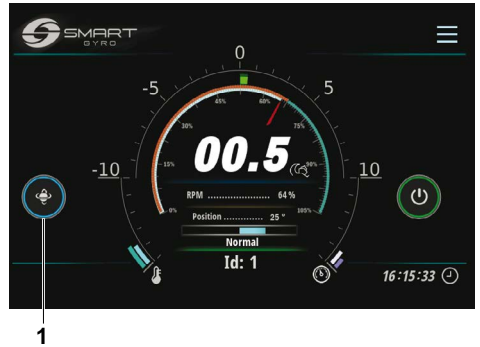

Figura 7
7. Quando la velocità del volano supera il 55% della velocità massima, la precessione è consentita e il cerchio intorno all'icona diventa blu, indicando che la precessione è sbloccata e la sfera è in grado di oscillare (Figura 7, (1)).